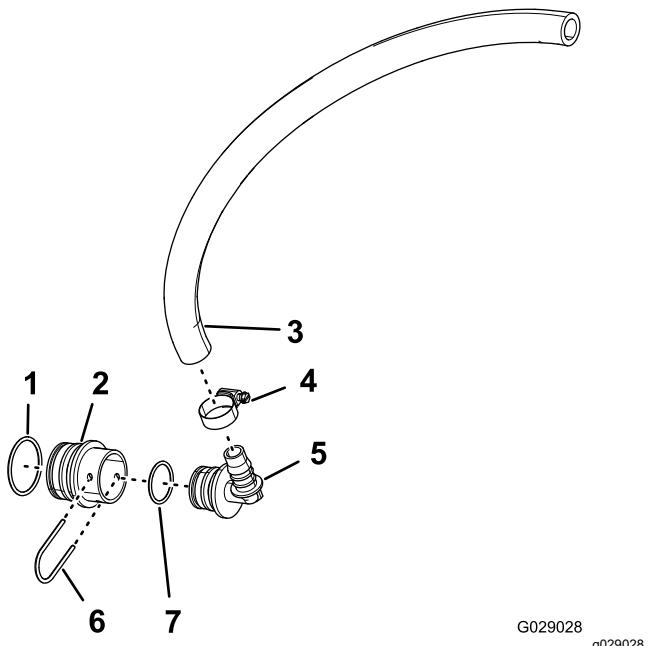

Figura 37
5. Instale o anel de retenção grande na ranhura do anel de retenção do encaixe redutor e o anel de retenção pequeno na ranhura do anel de retenção do encaixe de 90° (Figura 37).
6. Instale o encaixe de 90° no centro redutor e prenda os encaixes com um retentor (Figura 37).
7. Monte o tubo de transferência 1,9 x 61 cm na extremidade roscada do encaixe de 90° e prenda o tubo e o encaixe com uma braçadeira de tubos (Figura 37).